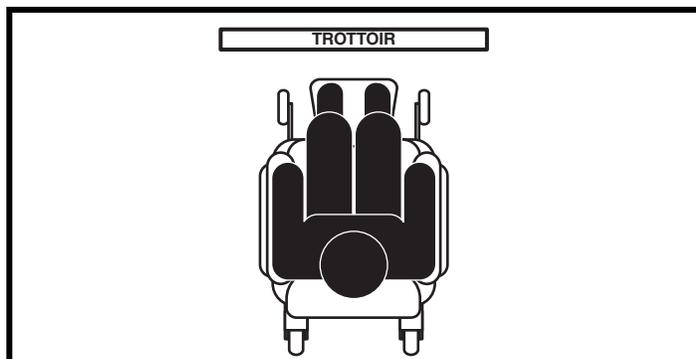

Figure 1. Approche correcte
1. Approchez lentement et perpendiculairement la bordure ou l'obstacle. **Voir la figure 1.**